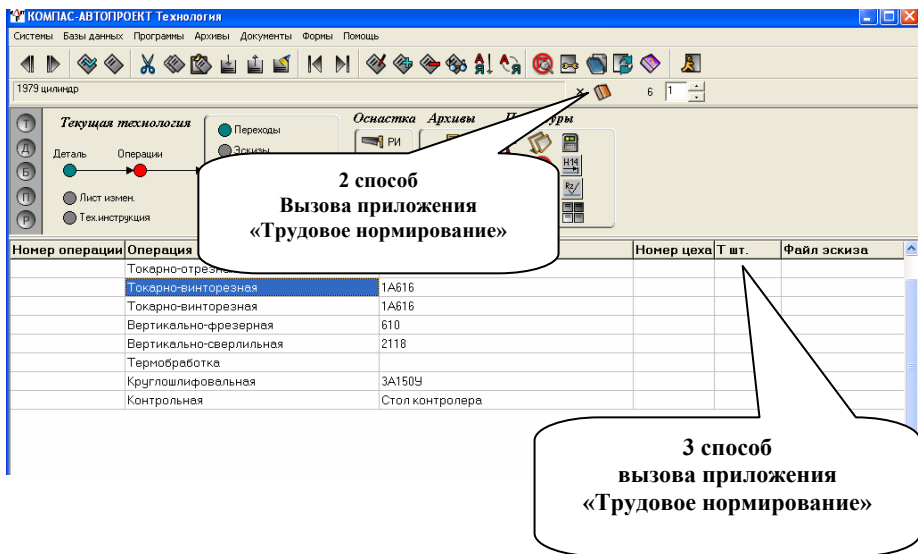

Рис. 36
10.3. Нажатием скрытой кнопки «многоточие» в рабочем поле (с маршрутом обработки) в столбце  $T_{шт}$ , (рис. 36).